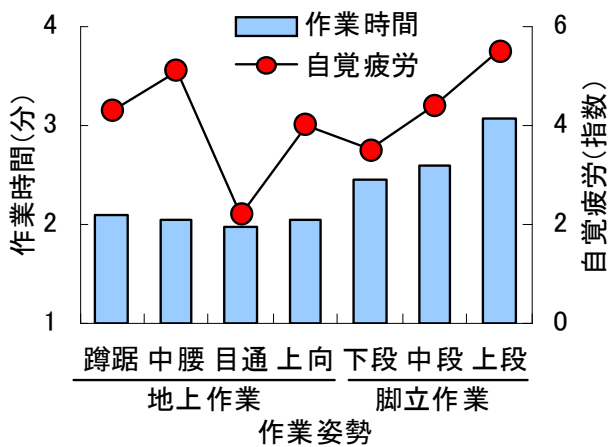
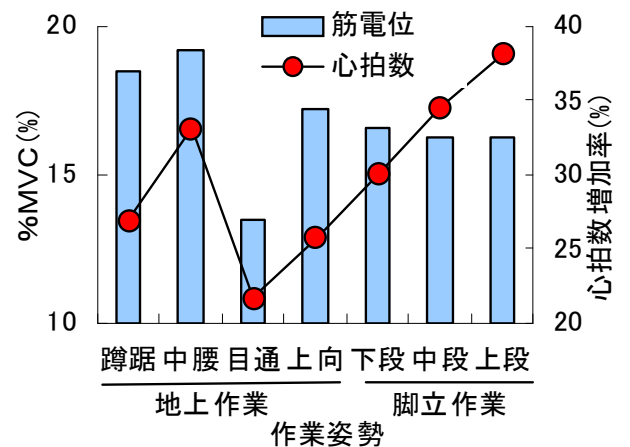

図3 作業姿勢と作業時間および自覚疲労
図4 作業姿勢と筋電位および心拍数
- 作業負担を軽減できる作業姿勢は、目通りをはじめ、上向きか脚立下段で作業する姿勢で、そのきよや中腰、脚立中段以上の作業姿勢は作業者の負担が増加します。(図3、図4)